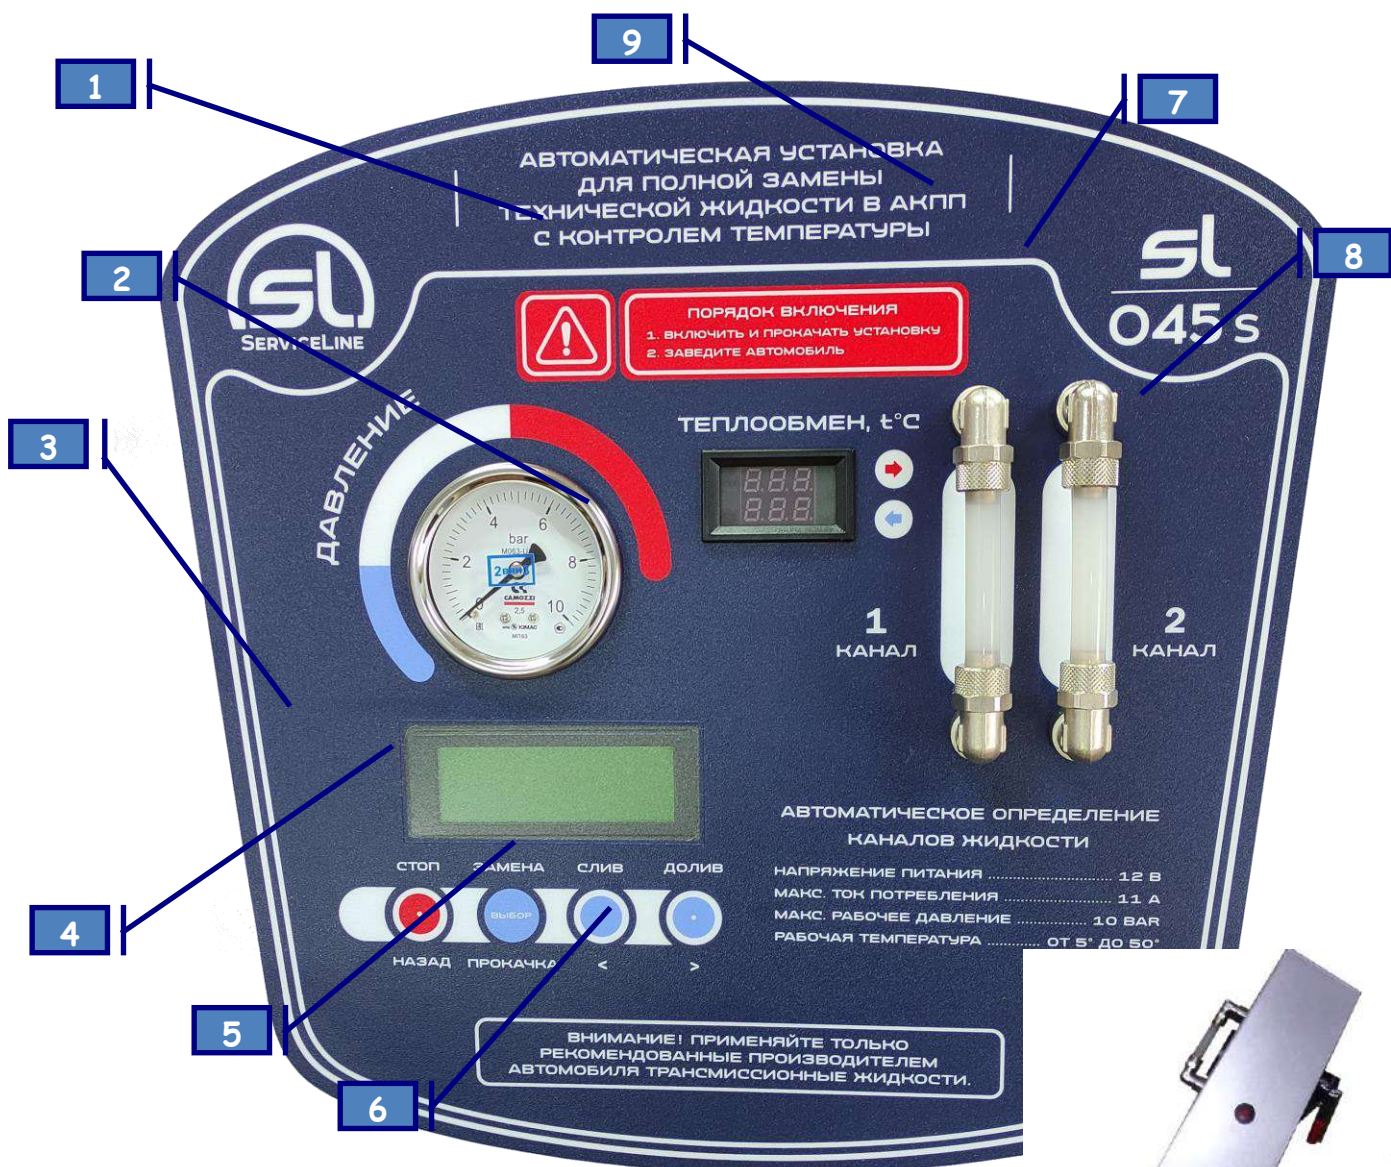

Рис. 2
12. Проследить за изменением цвета жидкости в индикаторе Канал 1, Канал 2 (пп. 9, 10 рис.2). Когда жидкость в индикаторе потока станет прозрачной процесс замены завершен.
14. Остановить процесс замены, если вы считаете что качество жидкости в системе трансмиссии нормальное, можно нажатием кнопки «Стоп» (п.5 рис.2):
16. Для отключения режима «Аварии», выключить тумблер питания установки (п.11 рис.2). **ВНИМАНИЕ! Безопасный режим «Кольцо» сохраняется даже тогда, когда вы обесточите установку.**